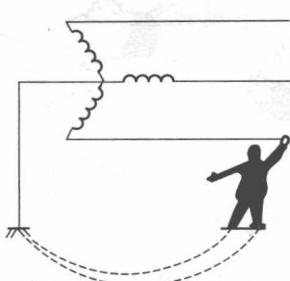

图 1-3 单相触电
① 三相四线制单相触电。如图 1-3 所示，人体的一个部位接触一根火线，另一部位接触大地，这样人体、大地、中线、一相电源绕组形成回路。人体承受相电压，构成三相四线制单相触电。